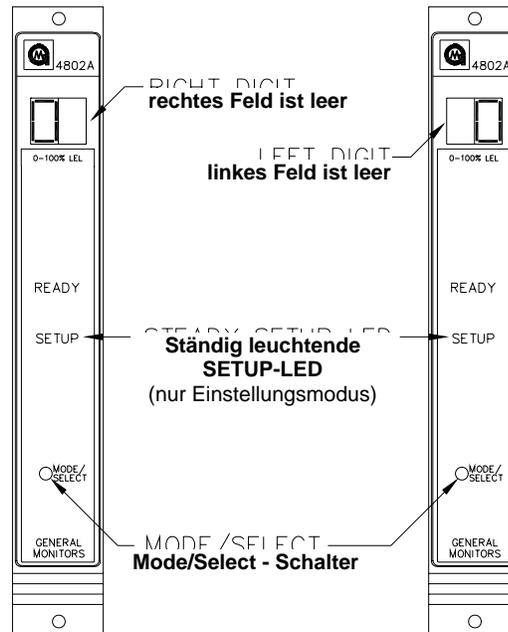

Abbildung 49 - Eingabe des Kennwortes
- Wird die Kennwortoption gewählt, bleibt das rechte Feld der Anzeige leer und im linken Feld erscheint eine **0** (Abbildung 49). Drücken Sie den **Mode/Select** - Schalter bis die erste Ziffer Ihres Kennwortes angezeigt wird, dann warten Sie danach für etwa fünf Sekunden.
- Dann bleibt das linke Feld der Anzeige leer und im rechten Feld erscheint eine **0** (Abbildung 49). Drücken Sie den **Mode/Select** - Schalter bis die erste Ziffer Ihres Kennwortes angezeigt wird, dann warten Sie danach für etwa fünf Sekunden. Ist das Kennwort richtig, geht das Gerät in den Inhibit-Modus über. Ist das Kennwort falsch, kann der Anwender nicht weiter fortfahren und das Gerät geht wieder in den Normalbetrieb über. Befindet sich das Gerät wieder im Normalbetrieb, kann der Anwender einen erneuten Versuch starten, in den **Einstellungsmodus** zu gelangen. Das werkseitig eingestellte Kennwort lautet **00**.
Dann bleibt das linke Feld der Anzeige leer und im rechten Feld blinkt (Abbildung 49). Drücken Sie den **Mode/Select** - Schalter wiederholt, bis der gewünschte Wert Ihres angezeigt wird. Warten Sie fünf Sekunden und das Gerät geht in den **Einstellungsprüfmodus** und wechselt dann zum Normalbetrieb. Beachten Sie den Abschnitt 5.4 für die Werkseinstellung des Kennwortes.